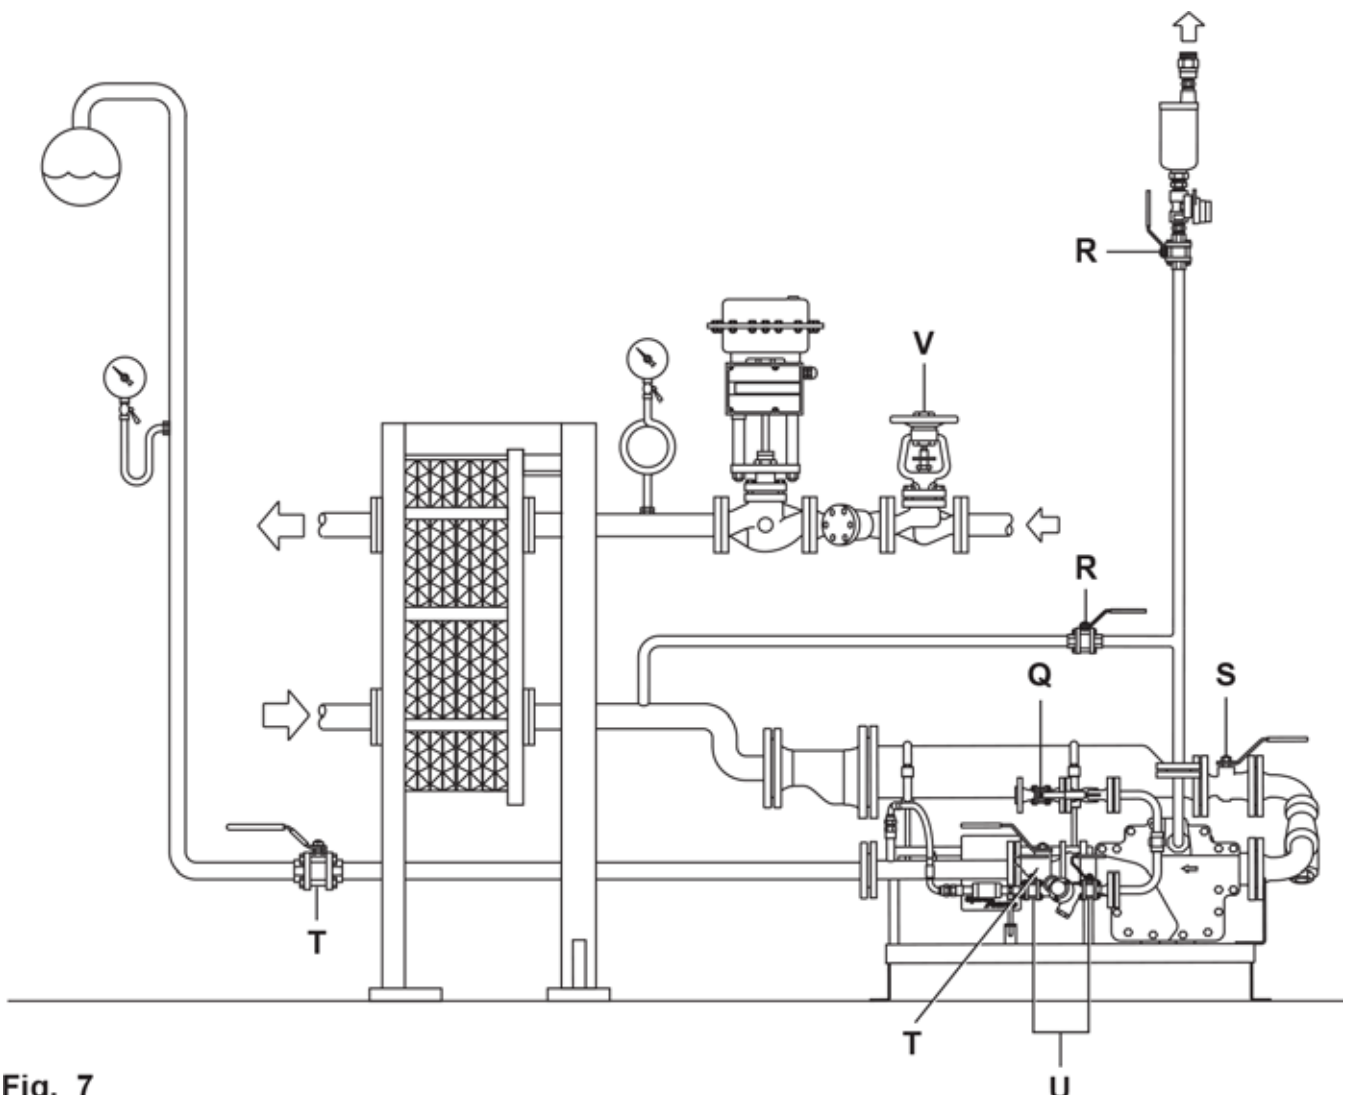

Fig. 7
La ligne d'échappement/équilibre a deux buts. Premièrement, elle sert à évacuer la vapeur motrice et à réduire la pression dans le corps du purgeur-pompe une fois que le cycle mode pompage est terminé. Ceci permet au corps de la pompe de se remplir de condensat. Il est impératif que la ligne d'équilibre soit raccordée à la sortie du process (Fig. 7). Ceci complète le système en boucle fermée, ce qui permet au purgeur-pompe de fonctionner lorsque le process est sous des conditions de vide ('conditions critiques').
Deuxièmement, il est nécessaire de raccorder un piquage sur la ligne d'équilibre pour installer l'éliminateur d'air (fourni séparément), le clapet de retenue et le robinet à tournant sphérique. Ceci permet d'évacuer l'air et les gaz incondensables du système. S'assurer que l'éliminateur soit situé au-dessus de l'entrée de la ligne qui va vers le process (voir Fig. 7).
- 4.1 Après s'être assuré que les lignes d'entrée, d'échappement, d'évacuation et d'alimentation motrice sont raccordées comme indiqué Fig. 7, ouvrir lentement le robinet d'alimentation motrice (**Q**) pour pressuriser les APT10-PPU, APT14-PPU et APT14HC-PPU. S'assurer que la ligne d'échappement/équilibrage est ouverte (**R**) et n'est pas restrictive.
- Est-ce que la soupape d'échappement raccordée à la sortie de l'équipement à vidanger n'est pas obstruée (voir le schéma fig 7, page 13) ?